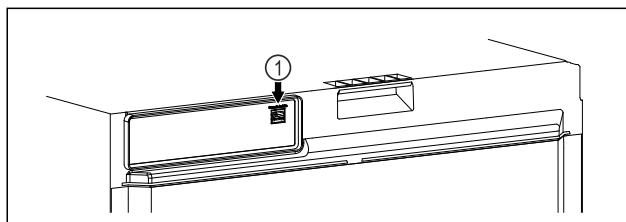

Fig. 112
- SmartModule *Fig. 112 (1)* ist eingesetzt.